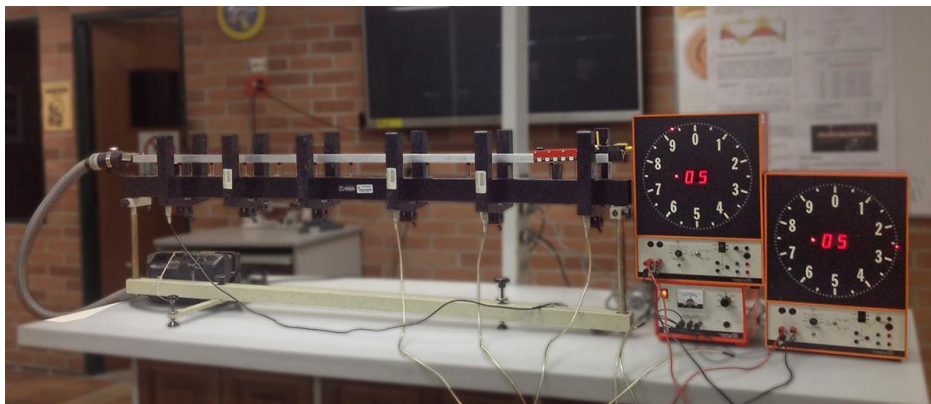

Figura 1. Esquema general para la cinemática en una dimensión.
1. Según la **figura 1**, realice el montaje con los elementos suministrados, después de escuchar las